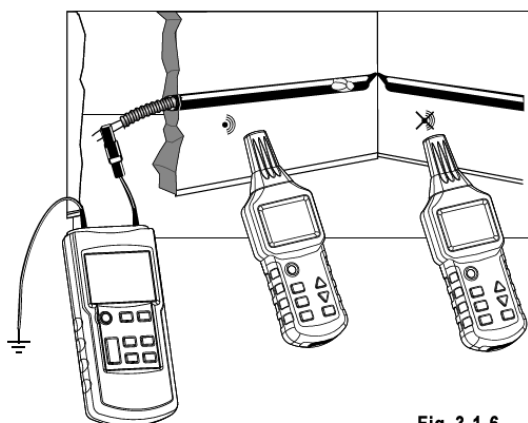

Fig. 3-1-6
- Der Transmitter muss an eine metallische Rohrwendel (metallisches Rohr oder flexibles Schutzrohr) und eine Hilfserdungsleitung wie in Fig. 3-1-6 dargestellt angeschlossen sein.